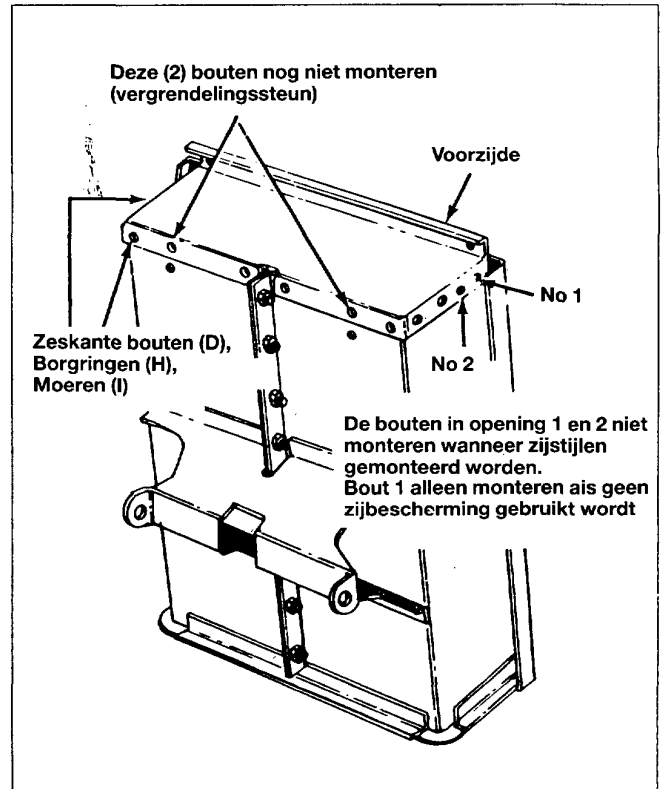

Fig. 8
13. Monteer de voorzijde op de wagen met 6 mm × 12 mm zeskante bouten (D), borgringen (H) en moeren (I). Vanaf de binnenkant van de wagen monteren. Zie fig. 8.
N.B.: Wanneer zijstijlen (toebereiden) gebruikt worden, de bouten in opening 1 en 2 achterwege laten. Zie fig. 8.